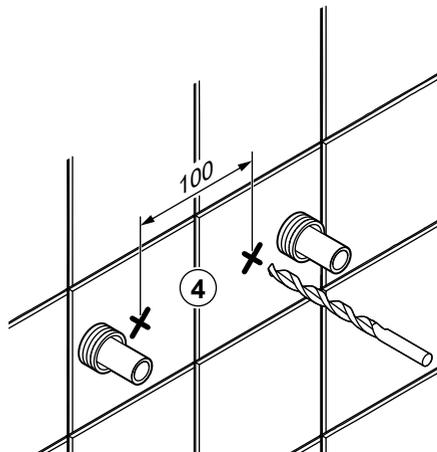

Fig. 1
4. Skruvfästningar i plats för bad eller dusch ska göras i betong eller annan massiv konstruktion, träreglar, träkortlingar eller i konstruktion som är provad och godkänd för infästning. Alla infästningar med skruv genom tätskikt ska tätas, se "Fig. 1" eller "Fig. 2". Material för tätning ska fästa mot underlaget och vara vattenbeständigt, mögelresistent och åldersbeständigt.
4. The screw mountings should be of a sturdy design, for instance made of concrete, wooden studs, wooden nogging pieces or a design that has been tested and approved for mounting, e.g. pad design. All attachment points must be sealed. See "Fig. 1" or "Fig. 2". The sealant material must attach firmly to the underlying surface and be water-resistant, mould-resistant and non-ageing.